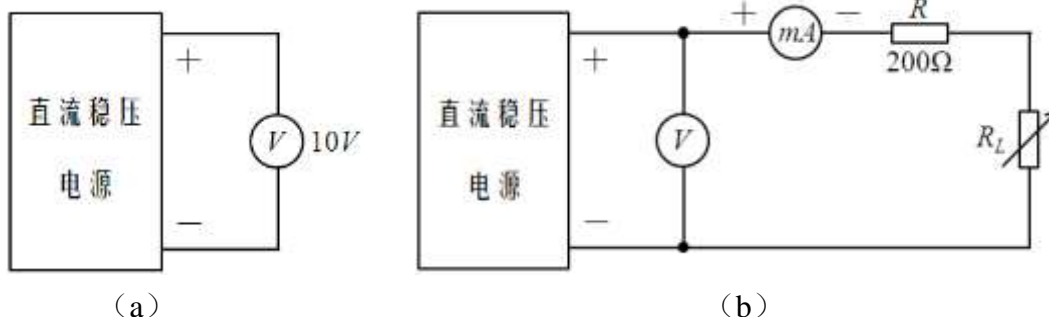

图 1.5
1) 首先, 连接电路如图 1.5 (a) 所示, 不加负载电路, 直接用伏特表测试直流稳压电源的输出电压, 将其设置为 10V。
2) 然后, 测试电路如图 1.5 (b) 所示, 其中 R_L 为变阻箱, R 为限流保护电阻。